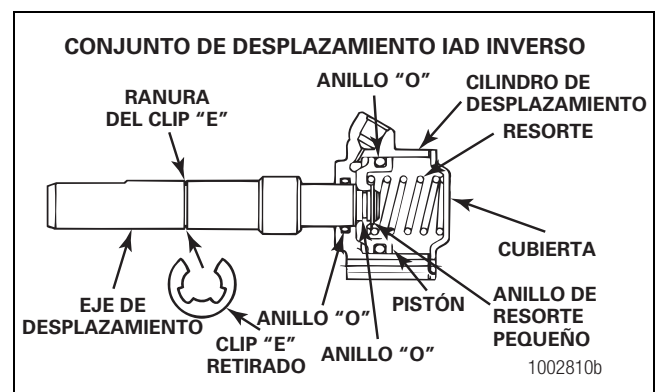

Figura 5.64
1. Lubrique todas las piezas con lubricante de ejes. Figura 5.64.